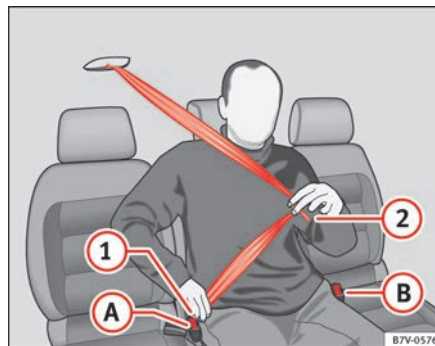

Fig. 12 Colocar o cinto de segurança do banco central da segunda fila.
- Puxe para baixo a faixa do cinto através da lingueta de fecho ⇒ Fig. 12  **1**. **Não** dobre o cinto ao fazê-lo ⇒ .
- Passe a faixa do cinto pela zona pélvica do ocupante puxando a lingueta de fecho ②.
- Encaixe a lingueta ② no fecho do respectivo banco ③.